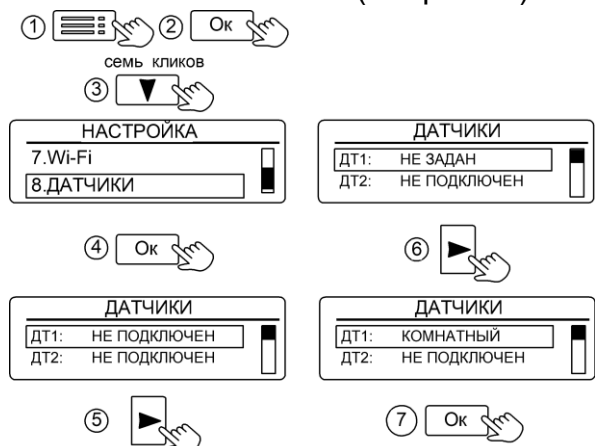

Рисунок 22. Настройка проводных датчиков
- Выбор роли датчика «КОМНАТНЫЙ» или «УЛИЧНЫЙ» (см. рис.22).